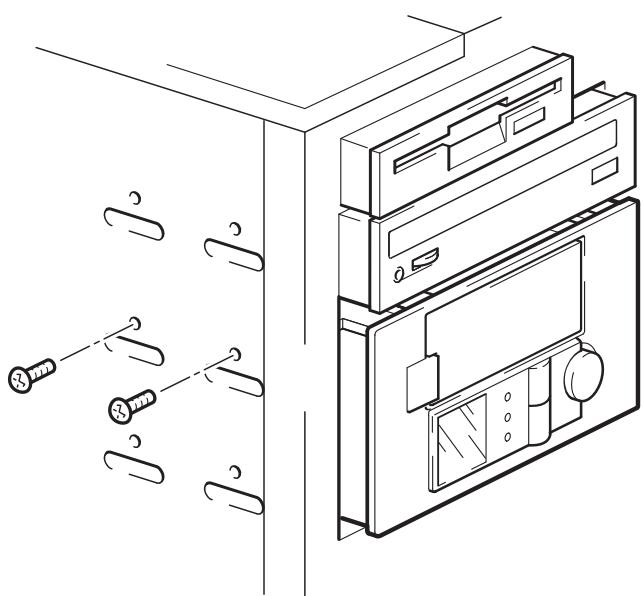

图 10b: 固定自动装载器, 没有装配件
- 1 固定自动装载器。请检查机架上的小孔与自动装载器侧面的小孔是否对齐，并使用与导轨套件一起提供的螺钉拧紧磁带机，如图 10b 所示。